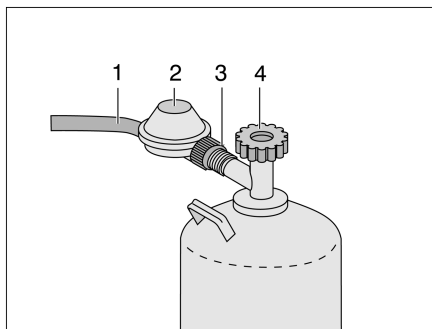

Fig. 241 Raccordo bombola del gas
- Chiudere la valvola principale di arresto (Fig. 241,4) della bombola del gas. Osservare la direzione della freccia.
- Tenere fermo il regolatore della pressione del gas (Fig. 241,2) e svitare il dado zigrinato (Fig. 241,3) (filettatura sinistrorsa).
- Rimuovere il regolatore della pressione del gas con il tubo del gas (Fig. 241,1).
- Applicare il regolatore della pressione del gas (Fig. 241,2) con il tubo del gas (Fig. 241,1) sulla bombola del gas e serrare a mano il dado zigrinato (Fig. 241,3) (filettatura sinistrorsa).